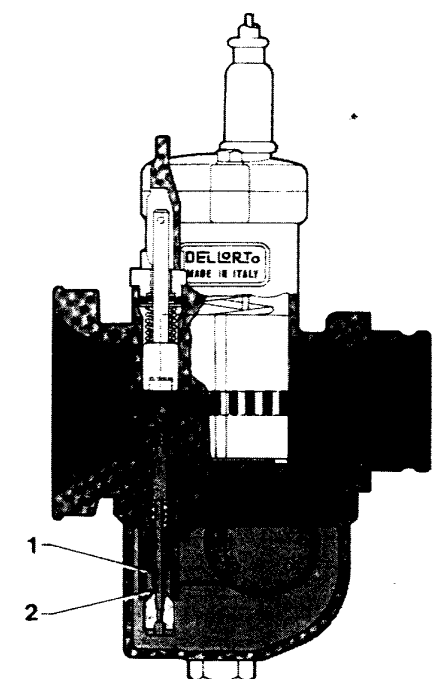

Bild 16
Bild 16 zeigt, dass die Gemischzusammenstellung von der Anzahl der Bohrungen im Zersteuber abhängig ist. Luft strömt durch die Bohrungen (2) und drückt den im Zersteuberschacht (1) stehenden Kraftstoff nach oben. In dieser Phase ist die Gemischzusammensetzung nicht von der Grösse der Starterdüse abhängig.